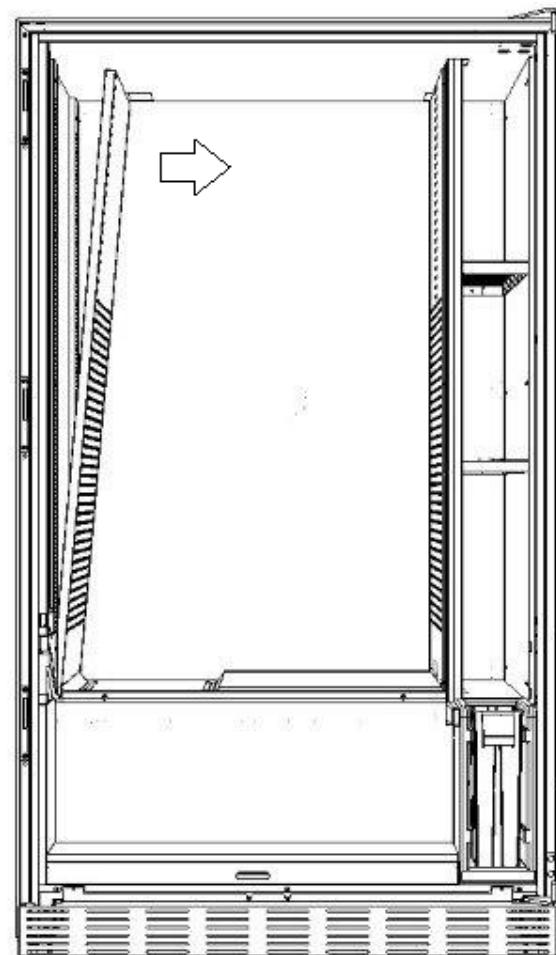

fig. 8
- Tirar de la parte superior de la barandilla hacia el interior de la máquina, tal como se muestra en la **fig. 8**.